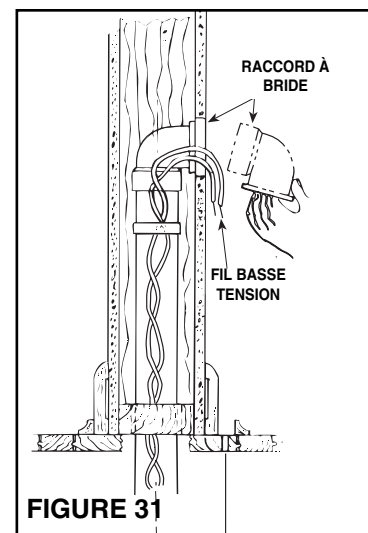

FIGURE 31
7. Appliquez de l'adhésif de contact au tube et installez le raccord à brides. Soyez sûr que le raccord est bien en place et scellé (Figure 31).